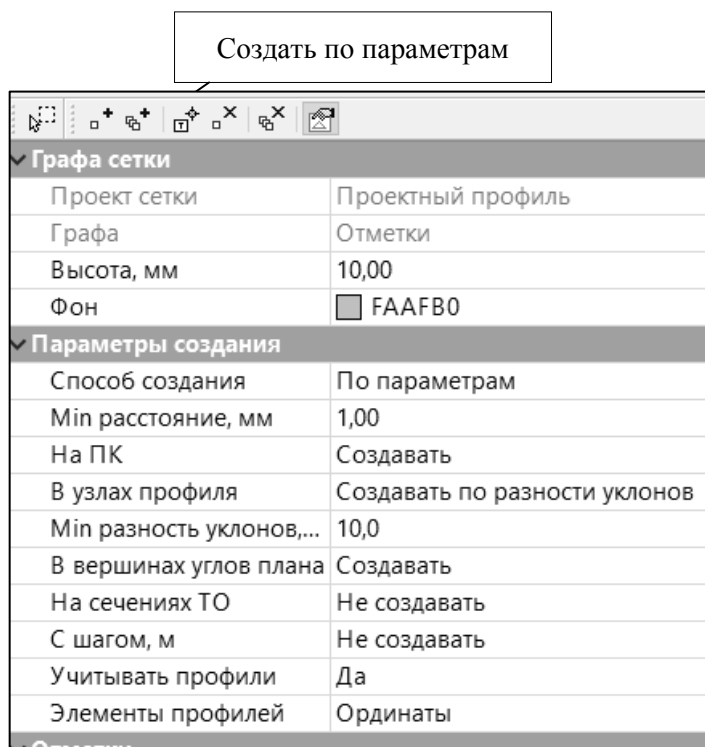

Рис. 7.4. Параметры создания отметок проектного профиля
11.1. Установите сетку **ПРОЕКТНЫЙ ПРОФИЛЬ – ОТМЕТКИ** и сделайте ее активной. В окне параметров установите настройки согласно рис. 7.4. Нажмите **СОЗДАТЬ ПО ПАРАМЕТРАМ**.